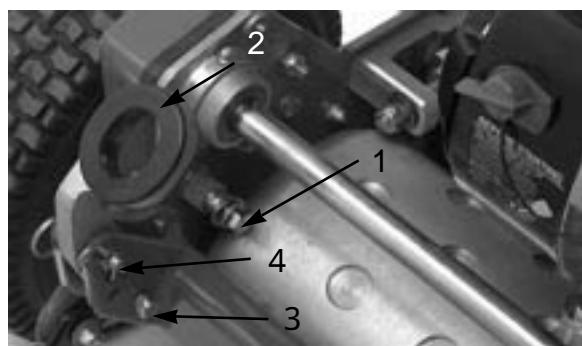

図 1
- 機体両側の取り付けピンから、キャップスクリュ、ワッシャ、ロックワッシャを取り（図1）。
- 機体両側から、ハンドル・アーム下部を固定しているキャップスクリュとロックナットを取り（図1）。
- ハンドル・アームをフレーム後部に固定しているコッターピンとリングピンを取り（図1）。
- ハンドルの各端をハンドル・アームの穴に差し込み、取り付けピンの穴をそろえる（図1）。
- 機体両側のリングpinからコッターピン取る（図1）。
- ハンドルを支えながら、リングpinを外し（機体両側とも）ハンドルの高さを決める（図1）。